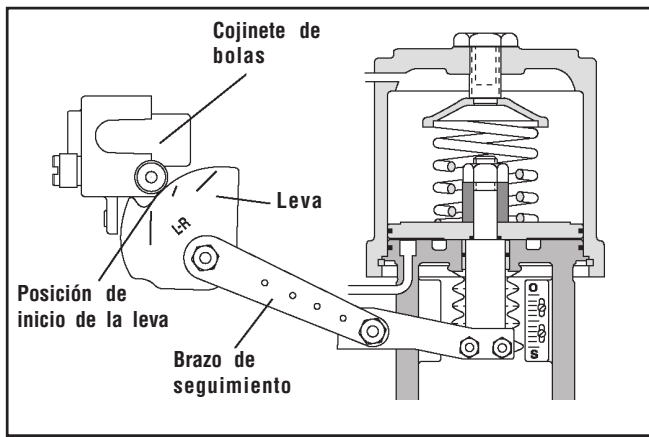

Figura 4: Alineación de la leva
7. Introducir la clavija seguidora en la ranura correcta del brazo de arranque (véase la figura 4). Apretar la tuerca de la clavija y engrasar la ranura en el punto de recorrido de la clavija.
9. Si fuera necesario, ajustar la altura de la abrazadera del vástago de modo que la primera línea de la leva esté alineada con el centro del rodillo de leva-cojinete donde se encuentra la válvula (Véase la figura 4). Apretar la abrazadera del vástago.